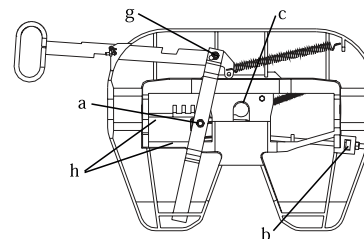

Figure 11. Schéma de l'étiquette des pièces de la sellette
2. Refaire le graissage avec de la graisse fraîche sur tous les points de a à h comme indiqué à la figure 11.